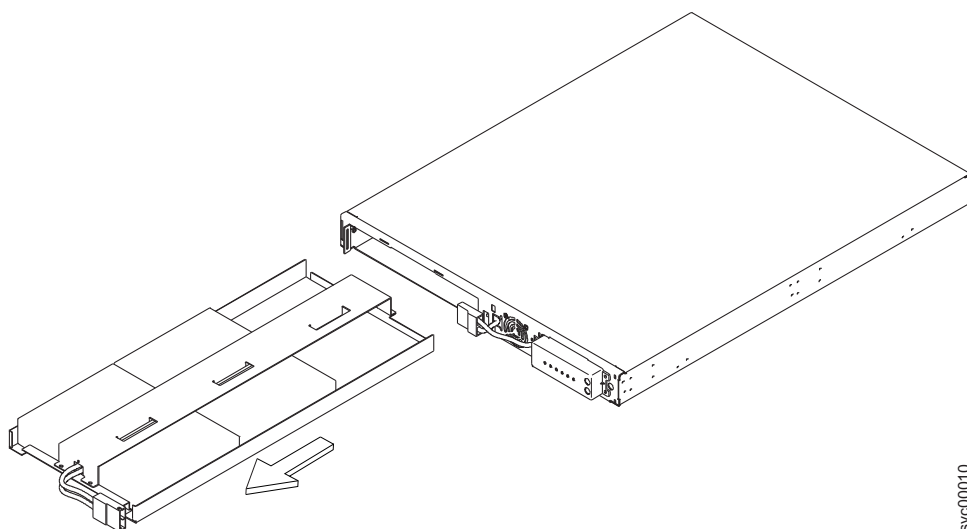

図 242. 2145 UPS-1U バッテリーの取り外し
5. 図 242 に示すように、バッテリーをスライドさせて 2145 UPS-1U から取り外し、平らな面に置きます。